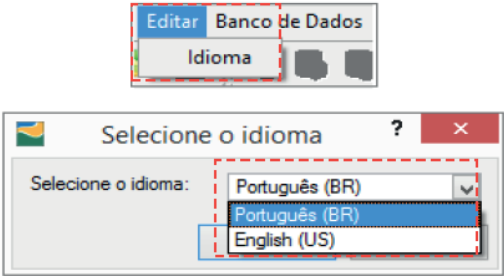

Figura 2.3 Item Editar.
Editar: neste menu o usuário tem a opção de escolher o idioma que deseja trabalhar com o SCBR. Além do idioma português (BR), há a opção do idioma inglês (*English – US*) (Figura 2.3).